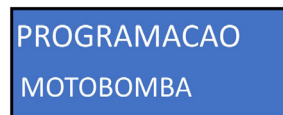

Figura 40
- Para realizar a programação é necessário navegar pelo menu principal utilizando as teclas “para cima” ou “para baixo” até encontrar a função “PROGRAMACAO MOTOBOMBA” (Figura 40), em seguida pressione a tecla “OK” para ser direcionado ao menu de programação.